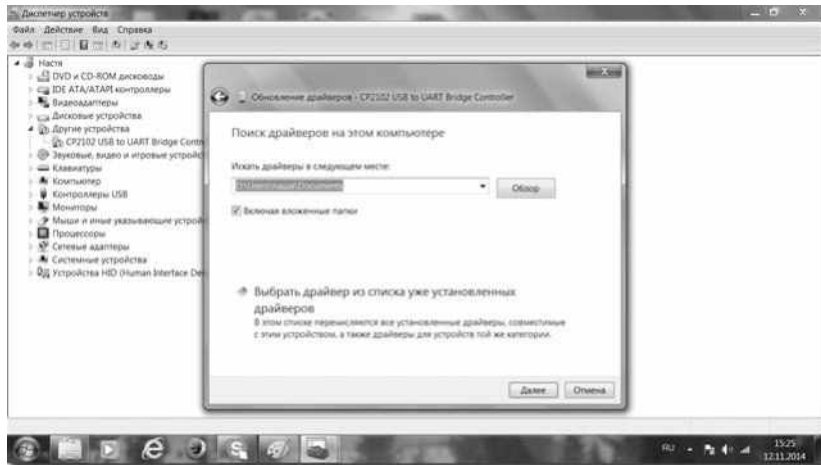

Рис. 7
3.7. В появившемся окне поиска драйверов выбираем путь к файлам нашего драйвера (рис.7 и 8).